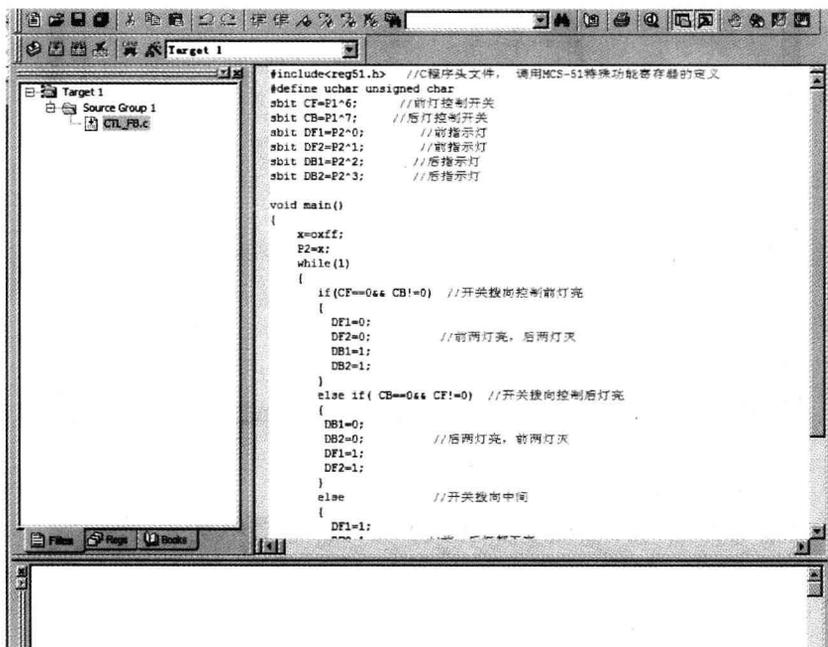

图 1-13 编辑 C 程序
4) 编辑 C 程序。在编辑区中输入程序，如图 1-13 所示。程序编辑完成后，我们就要进行调试并建立可执行文件了。